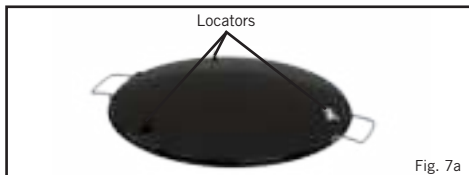

Fig. 7a
- Læg brænderfadet (F) på stamme og trefod.
- Til forberedelse af Skottel Braai til brug placeres den på brænderfadet (F) så alle tre positionspaler (V) (fig. 7a) passer til kanten på brænderfadet (F) og således sikrer stabilitet.